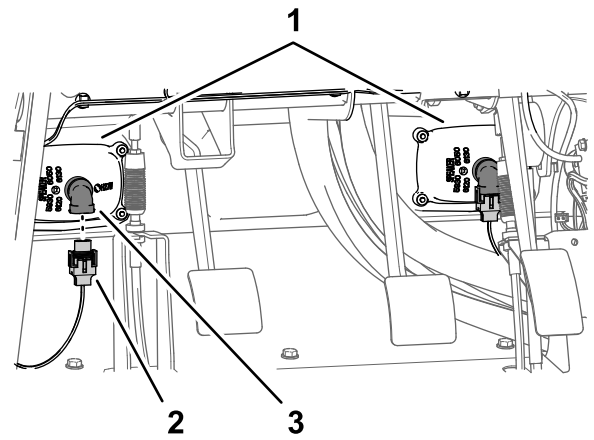

图215
3. 从左、右大灯的2针接头连接机器线束的2个电气接头2插槽 图215。
1. 将内挡泥板罩与左上和左下机架管对齐 图215。